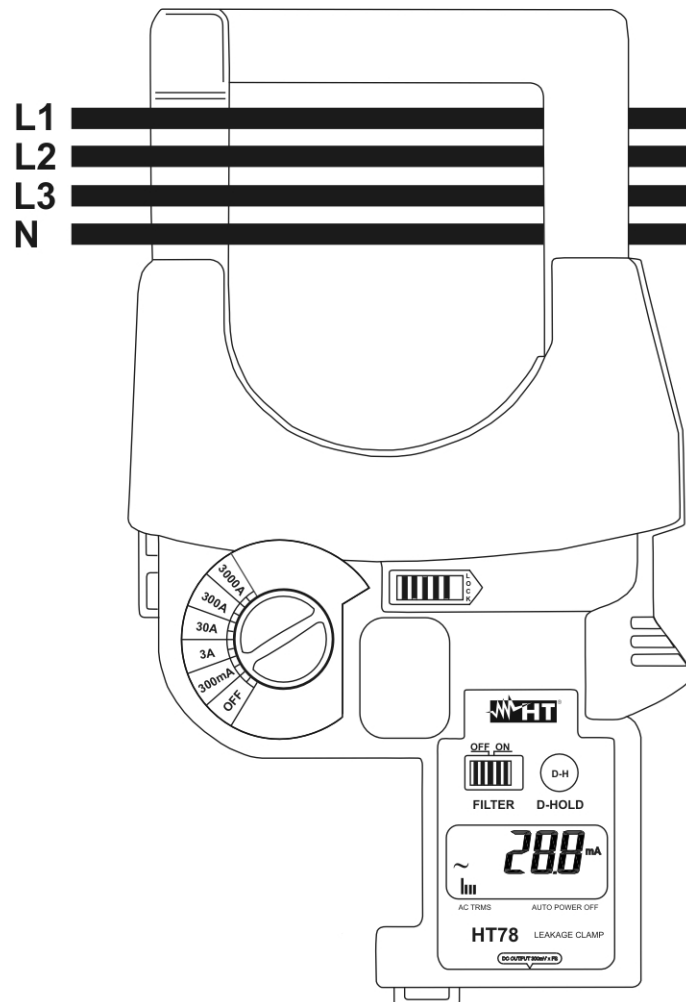

Fig. 5: Uso para la medida de corriente de dispersión en sistema Trifásico
2. Mueva sobre el selector **FILTER** seleccionando (ON) la función "Filtro pasa-bajo 150Hz" (ver § 4.2.3)
- Los cables L1, L2, L3 y N como muestra la Fig. 5 considerando el método **Diferencial** obteniendo el resultado como suma de los valores instantáneos de las corrientes circulantes en los conductores
- El conductor de tierra (PE) que el método **Directo**